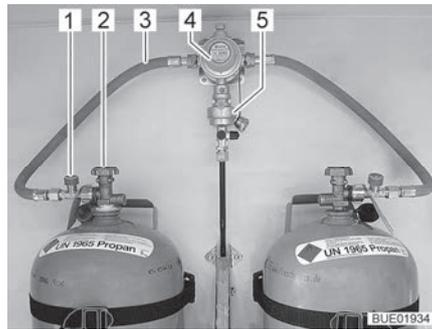
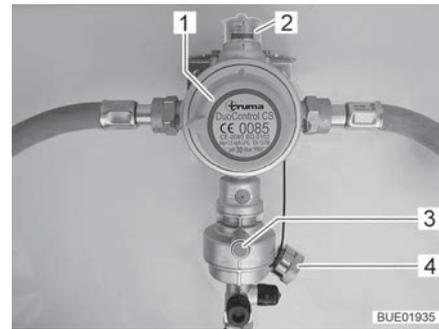

Fig. 57 Bombole del gas con DuoControl
Fig. 58 Impianto di regolazione DuoControl
L'impianto di regolazione DuoControl consiste in una valvola di commutazione (Fig. 57,4) e un sensore crash (Fig. 57,5). L'impianto di regolazione DuoControl è installato tra i tubi flessibili del gas (Fig. 57,3) con un dispositivo antirottura del tubo flessibile (Fig. 57,1). Con la manopola (Fig. 58,1) sulla valvola di commutazione è possibile stabilire quale delle bombole del gas viene utilizzata come bombola in uso e quale come bombola di riserva. Nella finestra di controllo (Fig. 58,2) viene visualizzato lo stato del rifornimento di gas:
Il funzionamento con una sola bombola del gas è consentito, ma in questi casi il collegamento aperto deve essere assolutamente chiuso con una copertura cieca (Fig. 58,4).
Il sensore crash blocca l'alimentazione del gas in caso di forti vibrazioni (es. incidente). Il sensore crash viene azionato mediante pressione del tasto reset verde (Fig. 58,3).
Il dispositivo antirottura del tubo flessibile (Fig. 57,1) blocca il flusso di gas quando il tubo flessibile collegato si rompe. Il dispositivo antirottura del tubo flessibile deve essere attivato premendo il tasto verde.
Tramite la centralina di controllo (Fig. 59) è possibile attivare e disattivare l'alimentazione del gas tramite l'impianto di regolazione DuoControl. Le valvole principali di arresto (Fig. 57,2) delle bombole del gas e i rubinetti di arresto del gas degli apparecchi devono essere aperti manualmente.
- Con la manopola (Fig. 58,1) sulla valvola di commutazione selezionare la bombola del gas, da cui proviene la principale alimentazione del gas (bombola in uso). Girare la manopola fino all'arresto.
- Aprire le valvole principali di arresto (Fig. 57,2) delle bombole del gas.
- Premere il tasto verde del dispositivo antirottura del tubo flessibile (Fig. 57,1). Nella finestra di controllo (Fig. 58,2) viene visualizzato il simbolo verde.
- Chiudere le valvole principali di arresto (Fig. 57,2) delle bombole del gas.
Se la spia di controllo verde (Fig. 59,6) si spegne durante il funzionamento e la spia di controllo rossa (Fig. 59,5) si accende, significa che la bombola in uso è vuota e deve essere sostituita. Nella finestra di controllo (Fig. 58,2) viene visualizzato il simbolo rosso. La bombola di riserva continua ad alimentare le utenze a gas.
- Ruotare di mezzo giro la manopola (Fig. 58,1) in direzione della bombola del gas utilizzata. In questo modo questa bombola del gas ora è la bombola in uso, mentre la bombola del gas vuota diventa la bombola di riserva. Il simbolo nella finestra di controllo (Fig. 58,2) passa da rosso a verde.
- Chiudere la valvola principale di arresto (Fig. 57,2) della bombola del gas vuota. Osservare la direzione della freccia.
- Premere il tasto verde del dispositivo antirottura del tubo flessibile (Fig. 57,1).